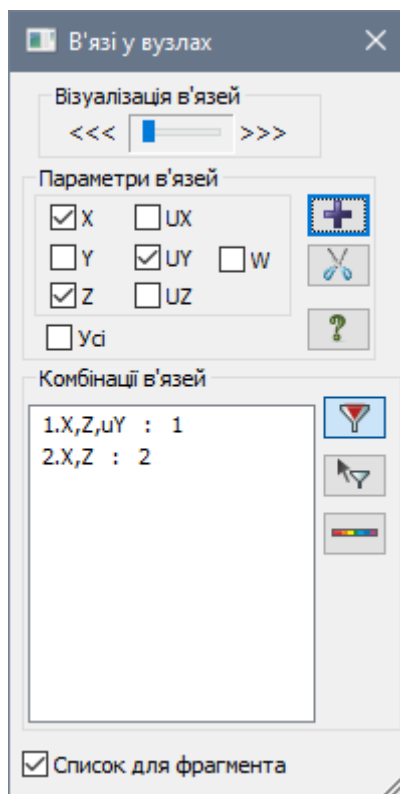

Рис. 8.7. Діалогове вікно **В'язі у вузлах**
- Натиснувши на кнопку  – **В'язі** (панель **Жорсткості та в'язі** на вкладці **Створення та редагування**) відкрийте діалогове вікно **В'язі у вузлах** (рис. 8.7).